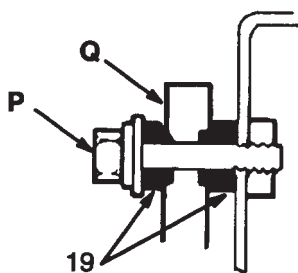

Fig. 1
Utilizar tornillos de montaje (P) de 1/4" de diámetro para instalar los aislantes térmicos (19) por cada lado de los taladrados previstos para los pernos en el cuerpo (Q) del calentador. Ver fig. 1. Montar el calentador cerca del objeto a pintar, pero fuera de la zona de pulverización. Cerciorarse de que la superficie de montaje del calentador puede soportar el peso de este último, de los filtros, de las mangueras y del producto. Ver **ESQUEMA ACOTADO y CARACTERISTICAS TECNICAS**, página 14.